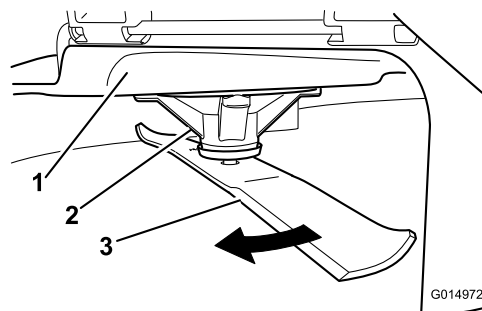

図 66
2. 厚手の丈夫な手袋をはめるなどして確実に保護した手で、ブレードをゆっくり回転させ、適当な位置で、刃先から床面までの距離を測定する 図 66。